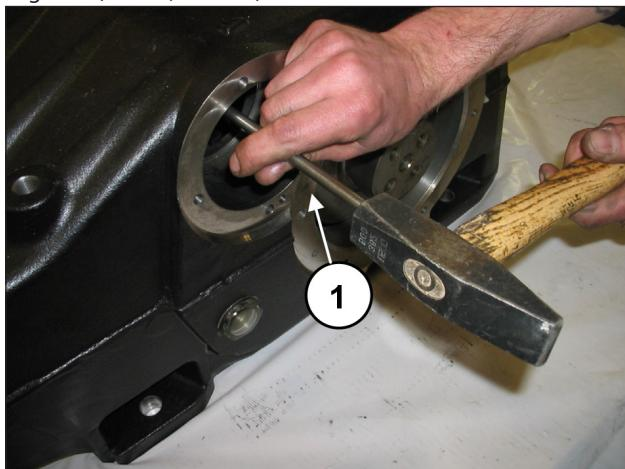
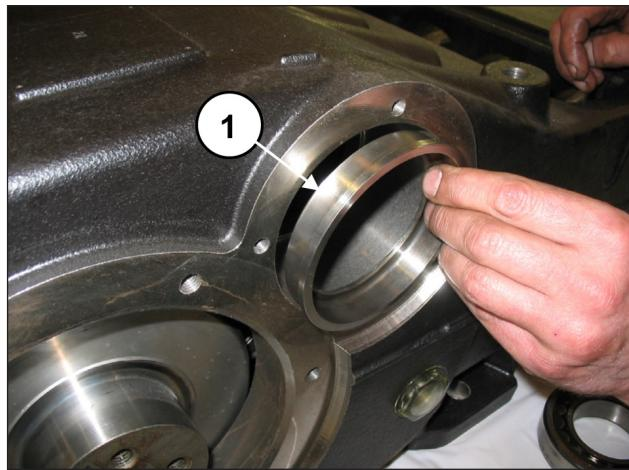
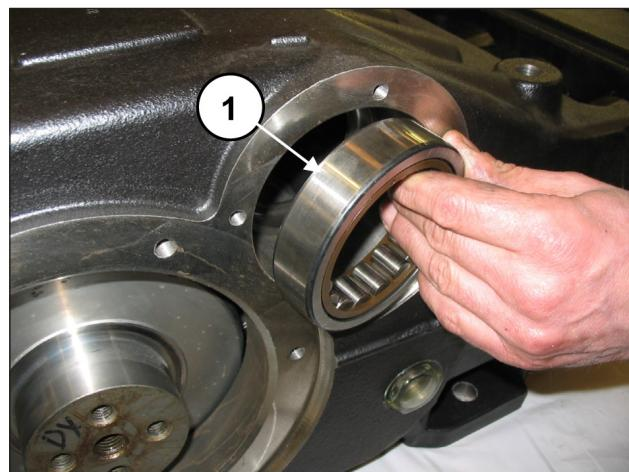
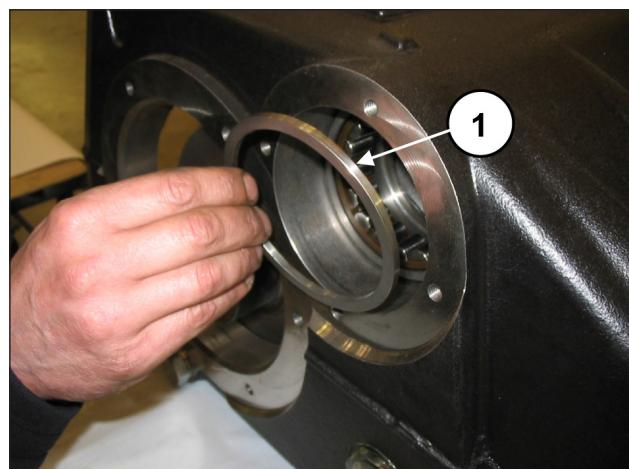

Abb. 34
Abb. 37
Abb. 35
Abb. 36
Ziehen Sie mithilfe einer ausreichend langen Stange (Pos. ①, Abb. 34) und eines Schlagwerks die Lagerringe vom Pumpengehäuse (Pos. ①, Abb. 35), den Distanzring des Außenlagers (Pos. ①, Abb. 36) und die Schmierbuchse der Lager ab (Pos. ①, Abb. 37).